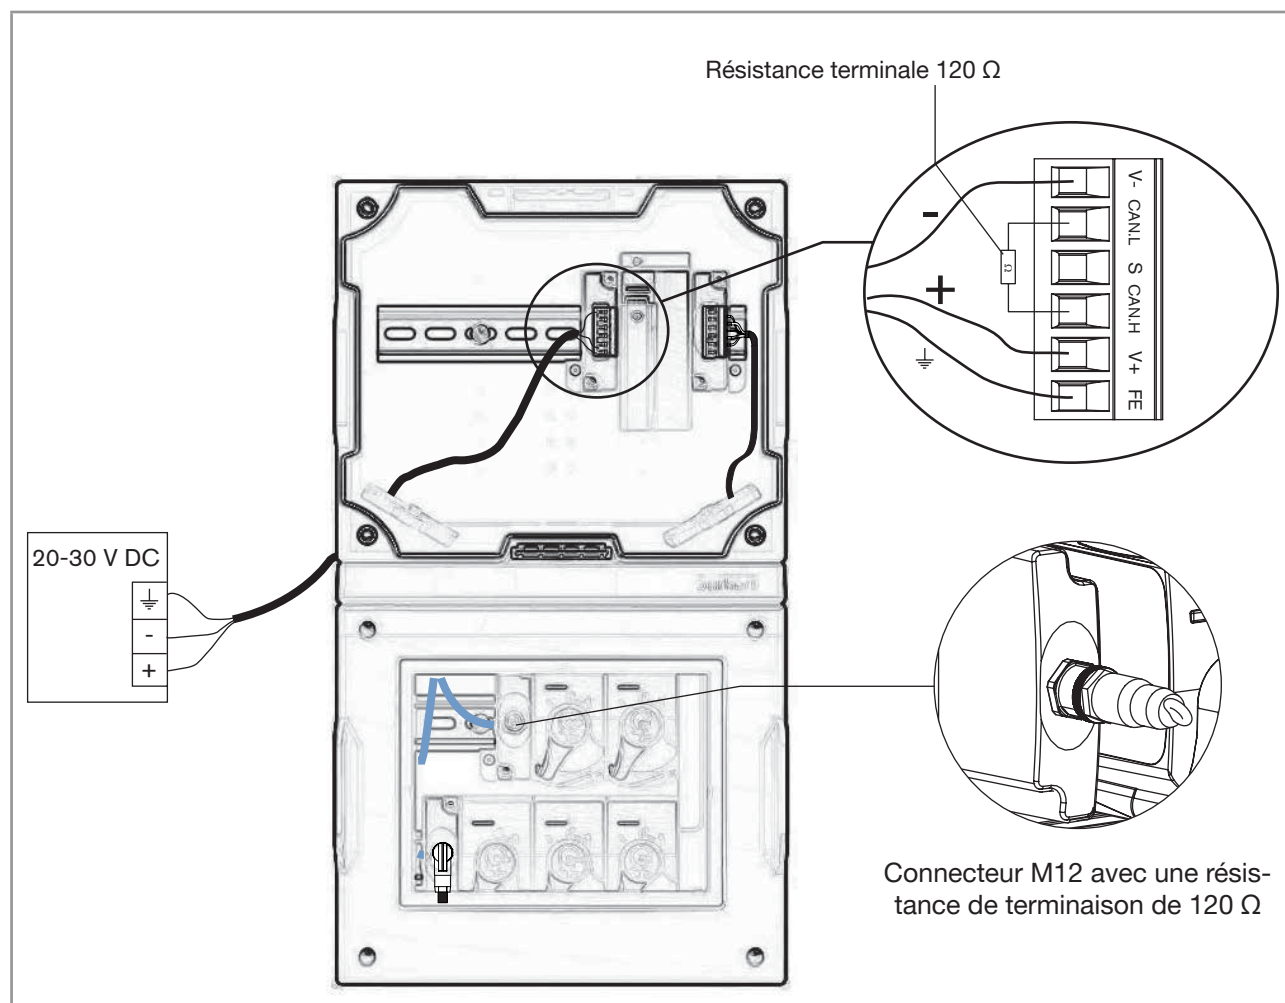

Fig. 17 : Connexion du système à l'alimentation VCC
- Connecter l'alimentation VCC selon Fig. 17, chapitre 7.6.1 Affectation des borniers, et chapitre 7.6.2 Affectation des broches des connecteurs M12.